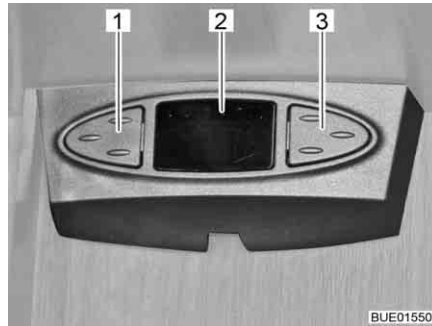

Fig. 25 Ratón satélite
Ratón satélite Según el modelo, la instalación de antena parabólica estará equipada con un ratón satélite. La visualización (Fig. 25,2) del ratón satélite indicará el canal ajustado. Con las dos teclas se pueden manejar las funciones básicas de la instalación de antena parabólica (cambiar de programa, conectar/desconectar).
- Seleccionar el programa anterior de la lista de programas: Pulsar la tecla izquierda (Fig. 25,1).
- Seleccionar el programa siguiente de la lista de programas: Pulsar la tecla derecha (Fig. 25,3).
- Cambiar de radio a televisión y viceversa: Pulsar las teclas (Fig. 25,1 y Fig. 25,3) brevemente al mismo tiempo.
- Conectar/desconectar el receptor: Pulsar las teclas (Fig. 25,1 y Fig. 25,3) al mismo tiempo y mantenerlas pulsadas.